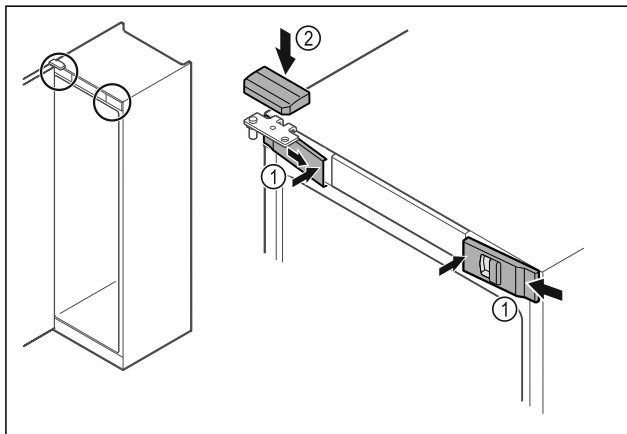

Fig. 47
- Agganciare le coperture anteriori Fig. 47 (1) di lato e innestarle all'interno.
- Innestare la copertura superiore Fig. 47 (2) dall'alto.